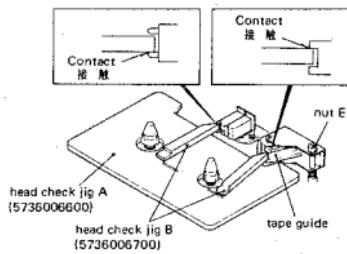
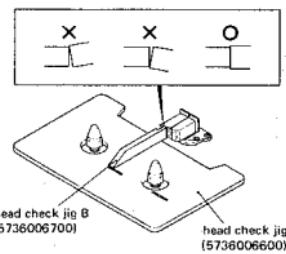
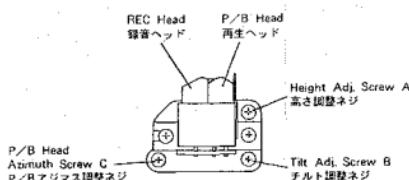

Fig. 4-5
Fig. 4-6
Fig. 4-7
Note 1 : When the record/playback head has been replaced, tighten screws (A), (B), (C) shown in Fig.4-7 until they stop, then slacken them by 1-1/2 turns before starting alignment.
2. Fit Jig B on the tape guide of the record/playback head as shown in Fig.4-5, then align the height with screw (A) as shown in Fig.4-7.
3. Fit Jig B to the head as shown in Fig.4-6 to check its tilt and align it using screws (B) and (C) shown in Fig.4-7.
4. Then align the height again with screw (A).
6. Fit Jig B to the tape guide of the left pinch roller and align the height with nut (E). (The standard height is above the tape guide.)
7. Play test tape MIT-902, and adjust nut (E) so that the lower edge of the tape guide of the record/playback head is in contact with the tape edge, but the tape is not curled.
8. Adjust the azimuth of the playback head with screw (C) shown in Fig. 4-7 according to item 5-3 (on page 18). If the screw is rotated by half a turn or more, turn screw (A) and (B) by the same amount then align from item 6 to correct the height of the tape guide of the record/playback head.
1. 録・再ヘッドを交換したときは、Fig.4-7 のネジ(A), (B), (C) が止まるまで締め、その位置からそれぞれのネジを 1.5 回転ゆるめた状態で調整を始めること。
2. Fig.4-5 のように録・再ヘッドのテープ・ガイドに治具 B を当て、Fig.4-7 のネジ (A) で高さを調整する。
3. Fig.4-6 のように治具 B をヘッドに当ててチルトを確認し、Fig.4-7 のネジ (B),(C) で調整した後、再度ネジ (A) で高さを調整する。
5. 左ピンチ・ローラのテープ・ガイドに治具 B を当て、ナット (E) で高さを調整する。（高さの基準はテープ・ガイドの上側とする。）
6. テスト・テープ MIT-902 を走行させ、録・再ヘッドのテープガイドの下端がカールしない程度に当るようナット (E) を調整する。
7. 再生ヘッドのアジマスを 5-3 項（18 ページ参照）に従って Fig.4-7 のネジ (C) で調整する。